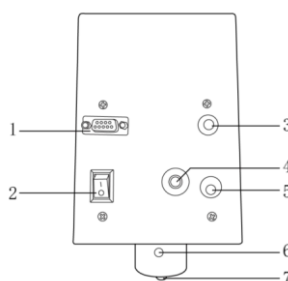

Figura 4
- Gire la rueda de elevación para mover la cabeza del equipo hacia arriba y abajo. Si la rueda está demasiado ajustado o suelto, ajuste el tornillo de apriete en la parte frontal del soporte de elevación hasta que quede ligeramente firme; así evitará que la cabeza del viscosímetro caiga por su propio peso. Inserte el mango de la cabeza en su orificio redondo de fijación (figura 4, punto 4), nivele la cabeza y asegúrela con la rueda de bloqueo.
- Inserte la sonda de temperatura en la parte trasera del equipo (figura 4, punto 3) y colóquela en un lateral del recipiente con la pinza.